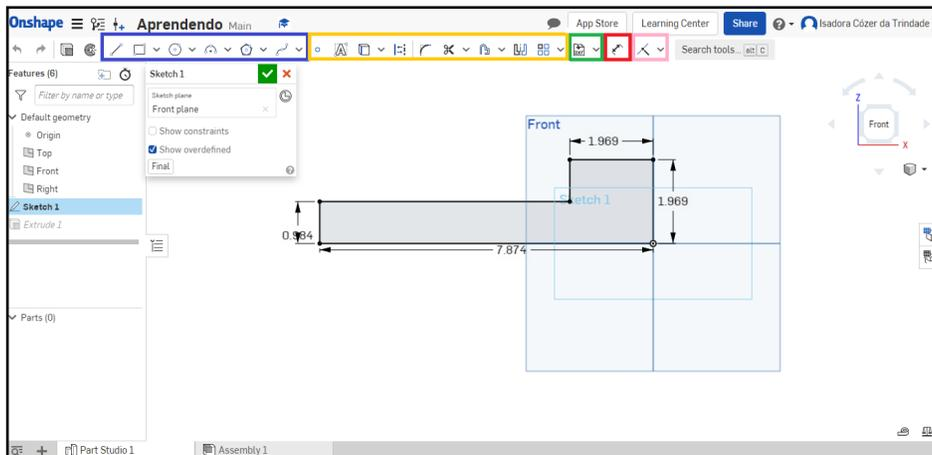

Figura 21 - Ferramentas de desenho do esboço
2. Após, adicione as entidades geométricas (linhas, retângulos, círculos, etc.) ao esboço através das ferramentas indicadas na Figura 21.
No Quadro 2 estão descritas as ferramentas de desenho do esboço, indicadas na Figura 21.